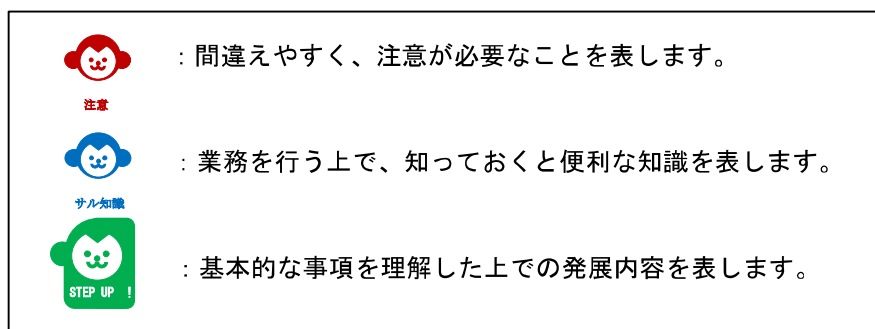

図2 マニュアル内のキャラクターアイコン
- ・ 親しみをもって使ってもらえるようにキャラクターのアイコンを作成し、本マニュアル内でナビゲートする（図2）。